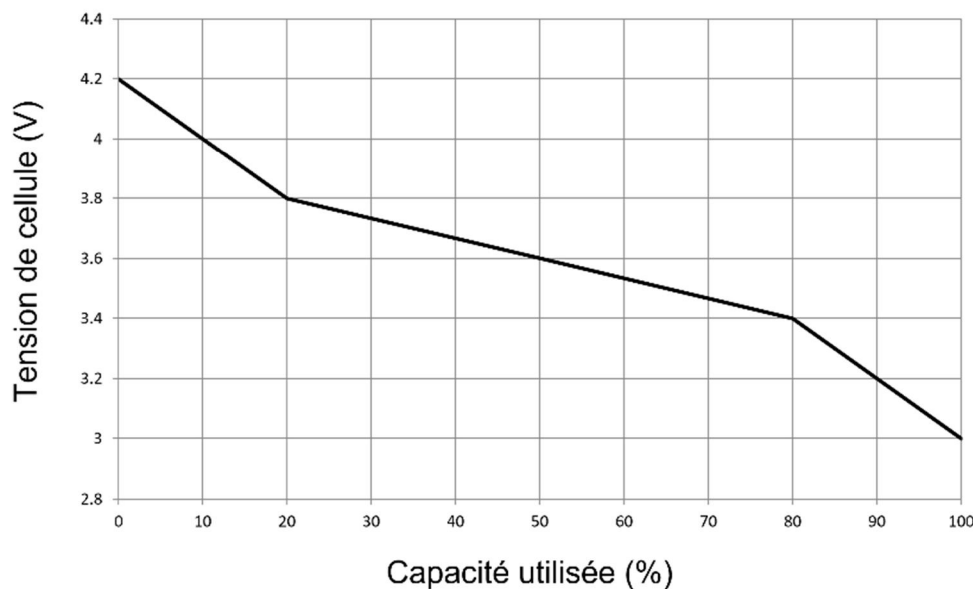

Figure 2b
- La caractéristique d'une cellule est donnée figure 2b, sa capacité est de 40Ah.